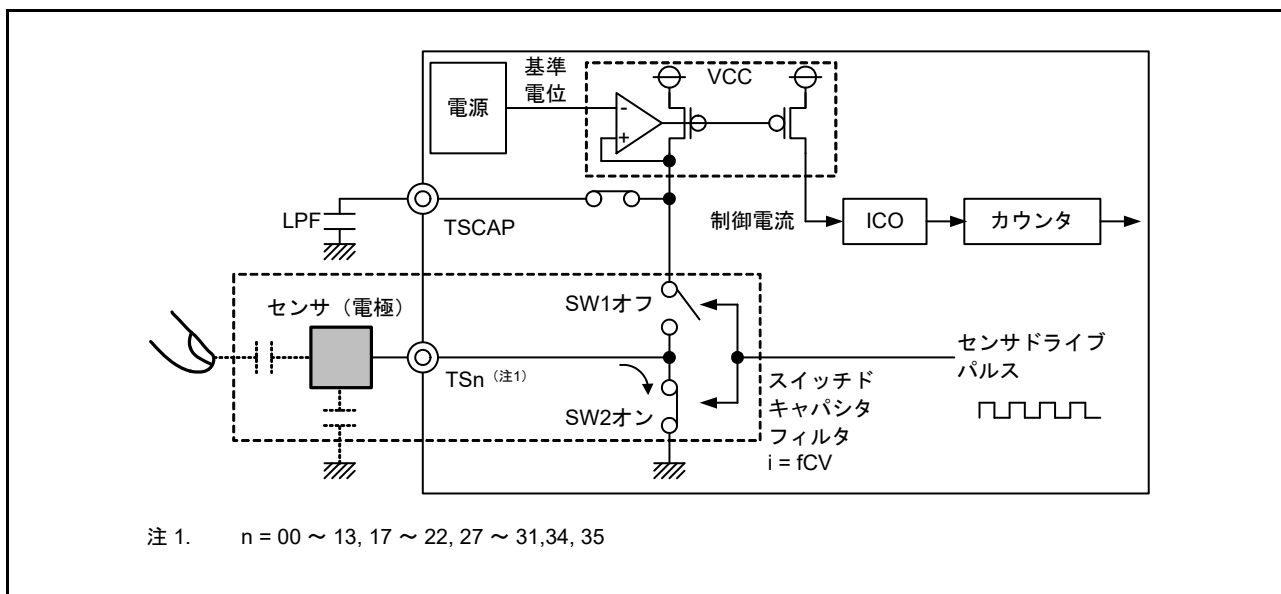

図 41.6 放電動作
2. SW1: OFF、SW2: ON にすることで、充電された容量は放電されます。(図 41.6)